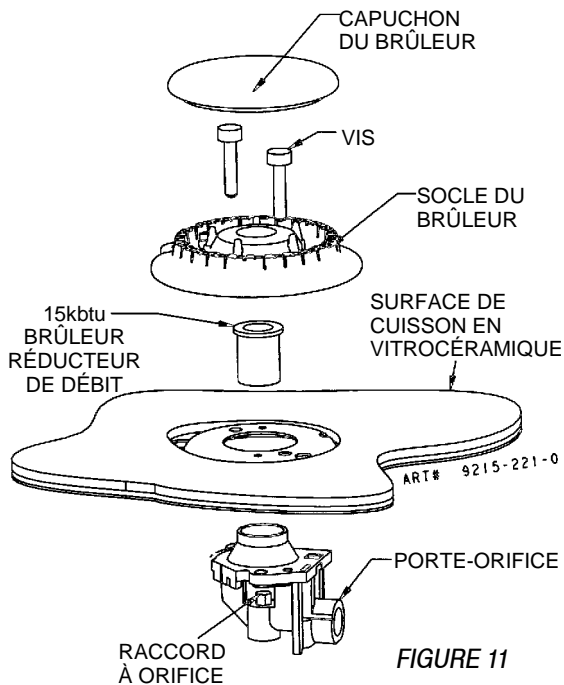

FIGURE 11
**Étape 7 :** Placer le réducteur de débit du brûleur de 15 kbtu dans le porte-orifice central (voir la figure 11).